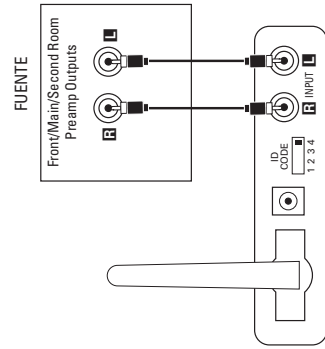

Figura 4.
Paso 1. Conecte el cable de interconexión (incluido) entre las salidas preamplificadas principales/frontales (o las salidas de zona 2 o las salidas de grabación REC) y las entradas del módulo transmisor (4), tal como muestra la Figura 4.